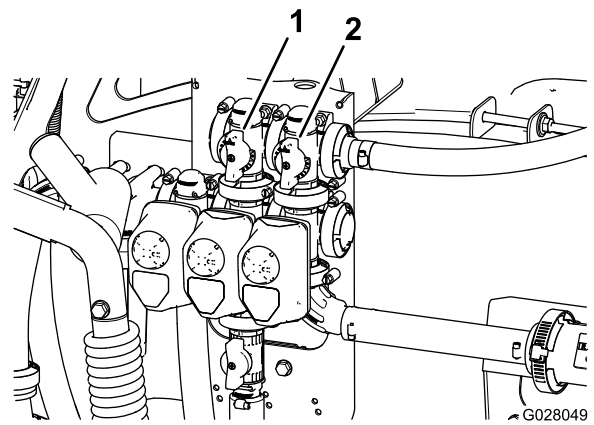

Figura 20
11. Regolate la valvola di bypass dell'agitatore (Figura 20) sul retro della valvola dell'agitatore fino a quando il valore della pressione sul misuratore corrisponde a 6,9 bar.
9. Regolate la stegola di bypass di sezione principale per controllare la quantità di agitazione nel serbatoio (Figura 20).